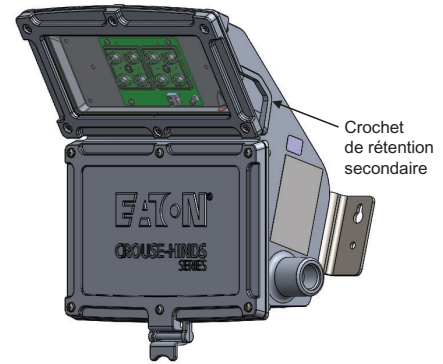

Figure 4
1. Deux points de fixation sont fournis pour la rétention secondaire; voir la figure 4.